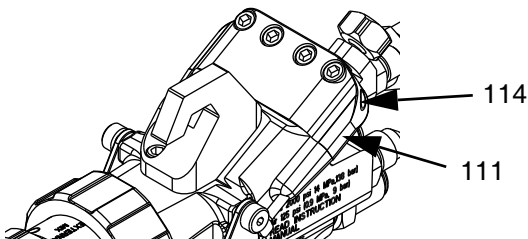
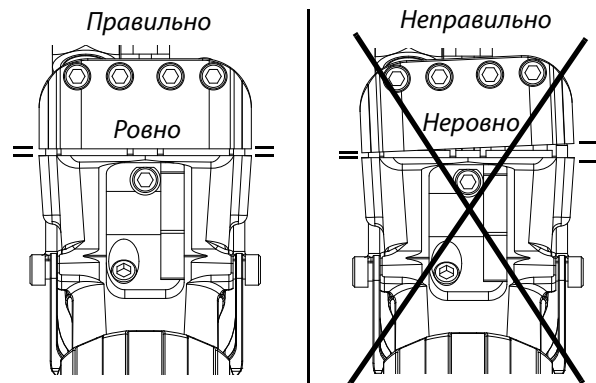

Рис. 11
Рис. 12
Выполните эту процедуру, если зажим пускового курка неравномерно сидит на корпусе пистолета при нажатии на пусковой курок, см. Рис. 12. В ходе этой процедуры выравниваются винты привода (111) на зажиме пускового курка, см. Рис. 11.
ПРИМЕЧАНИЕ: При установке четырехпальцевого пускового курка (16F627) убедитесь в том, что блокиратор пускового курка работает и блок зажима открывается должным образом, см. Рис. 12. Если нужна дополнительная регулировка, выполните инструкции раздела **Выравнивание регулировочных винтов штифта привода**.
11. Полностью нажмите на пусковой курок и, сохраняя это положение, измерьте расстояние между зажимом пускового курка и корпусом пистолета с обеих сторон. В открытом положении щели должны быть размером не менее 1,65 мм (0,065 дюйма). В случае необходимости отрегулируйте винты. См. Рис. 12.